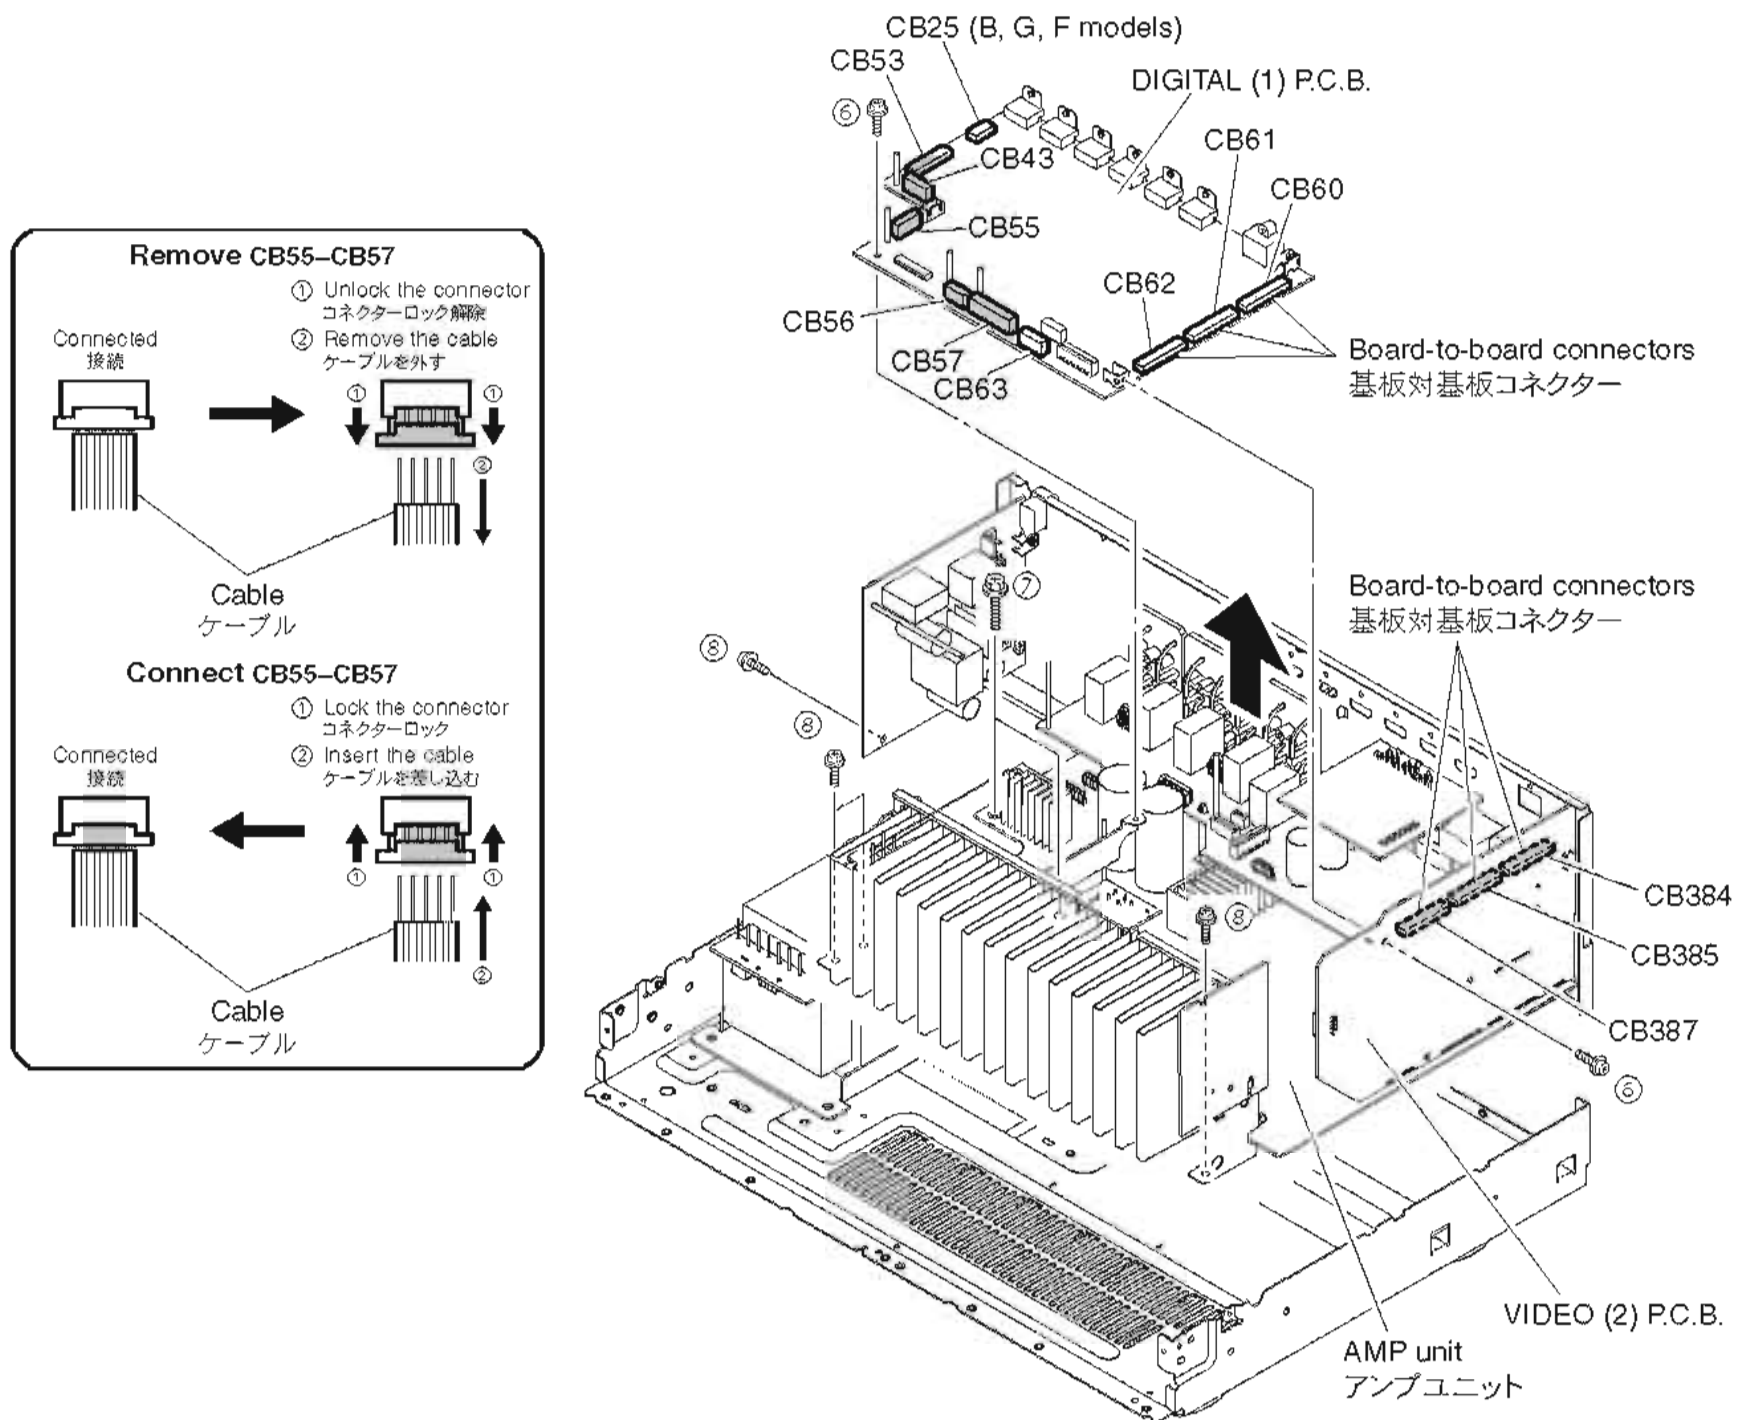

Fig. 2
- Remove 2 screws (⑥). (Fig. 2)
- Remove CB25 (B, G, F models), CB43, CB53 and CB63. (Fig. 2)
- Unlock and remove CB55-57. (Fig. 2)
- Remove the DIGITAL (1) P.C.B. which is connected directly to the VIDEO (2) P.C.B. with board-to-board connectors. (Fig. 2)
- ⑥のネジ2本を外します。(Fig. 2)
- CB43、CB53、CB63を外します。(Fig. 2)
- ロックを外し、CB55～57を外します。(Fig. 2)
- DIGITAL P.C.B.を外します。ただし、DIGITAL (1) P.C.B.はVIDEO (2) P.C.B.に基板対基板コネクタで直接接続されています。(Fig. 2)
- Remove 2 screws (⑦) and 4 screws (⑧). (Fig. 2)
- Remove the amp unit. (Fig. 2)
- ⑦のネジ2本、⑧のネジ4本を外します。(Fig. 2)
- アンプユニットを外します。(Fig. 2)